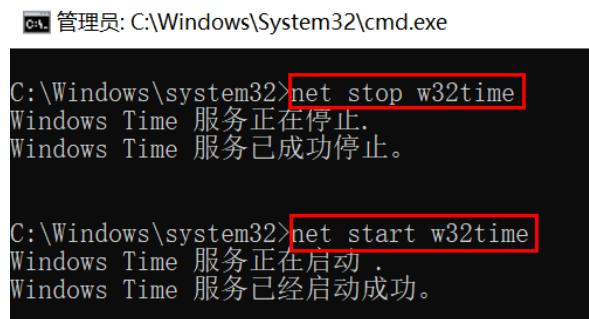

图3-14 重启 W32Time 服务
- 在命令提示符窗口，输入“net stop w32time”并回车，再输入“net start w32time”并回车，重启 w32Time 服务，如图 3-14 所示。